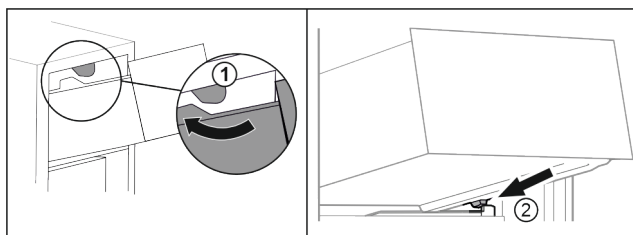

Fig. 94
- Far passare il cassetto sui fermi superiori. Fig. 94 (1)
- Applicare il cassetto inclinandolo dietro i fermi inferiori sulla nervatura del contenitore. Fig. 94 (2)